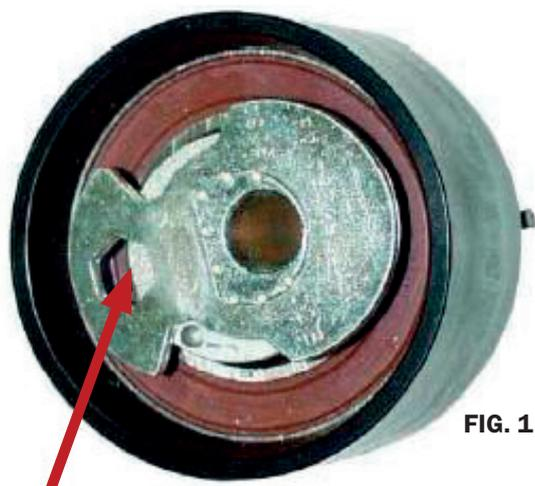

FIG. 1
5. Installare il nuovo tenditore (automatico) e stringere manualmente il bullone (foro esagonale a +/- ore 9) (Fig. 1).